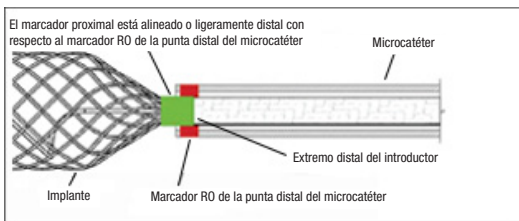

Figura 6: posición de las bandas marcadoras para la separación
- Mediante guía fluoroscópica, haga avanzar lentamente el implante hacia fuera de la punta del catéter. Continúe introduciendo el implante en el lugar deseado hasta que el marcador radiopaco proximal del implante esté alineado o ligeramente distal con respecto al marcador FO de la punta distal del catéter, con la zona de separación justo fuera de la punta del catéter. Consulte la Figura 6. Reubíquelo si es necesario. Si el tamaño del implante no es adecuado, retírelo y sustitúyalo por otro dispositivo. Si se observa un movimiento no deseado del implante bajo fluoroscopia tras su colocación y antes de la separación, retire el implante y sustitúyalo por otro de tamaño más adecuado. El movimiento del implante puede indicar que este podría migrar tras la separación. **NO gire el introductor durante ni después de la colocación del implante en la vasculatura. La rotación del introductor puede hacer que el implante se estire o que se separe prematuramente del introductor, lo que podría provocar la migración del implante. También debe realizarse una evaluación angiográfica antes de la separación para asegurarse de que el implante no se extiende a vasculatura no deseada.**